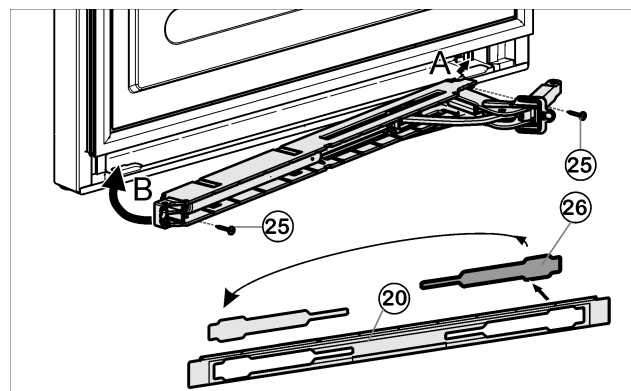

Fig. 14
- Détacher le cache Fig. 14 (26) du panneau Fig. 14 (20) et le remettre en place de l'autre côté.
- Encliqueter l'unité de l'amortisseur de fermeture avec l'articulation orientée vers la charnière (A) et bien la guider pour la repositionner (B).
- Visser l'unité d'amortisseur de fermeture à fond (2 Torx® 15) Fig. 14 (25).